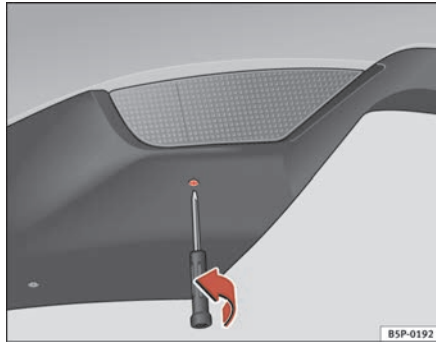

Abb. 188 Ansicht von unten der im Stoßfänger eingebauten Leuchte
- Den Kreuzschlitzschraubenzieher in die Öffnung unten an der Leuchte ansetzen und die Schraube in Pfeilrichtung herausdrehen ⇒ Abb. 188.